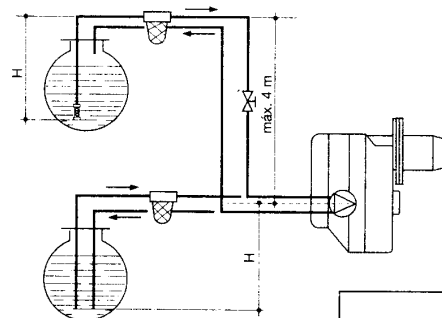

Рис. 10
3.3.2. Электромонтаж (Рис. 10а)
Рис. 10а